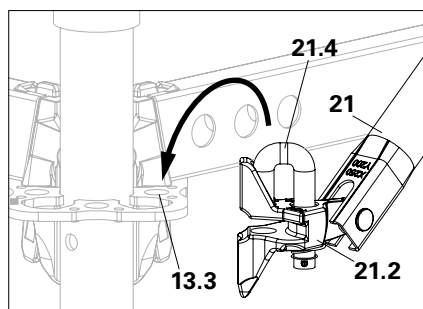

Abb. A4.02c
3. Diagonalenkopf (21.2) mit hochgezogenem Bolzen (21.4) auf die untere Rosette schieben. (Abb. A4.02c)